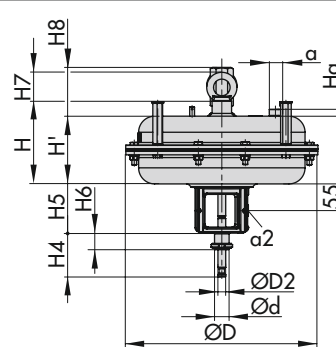

Bild 20: Typ 3277 mit Hubbegrenzung
1) beidseitige Hubbegrenzung vgl. Bild 20